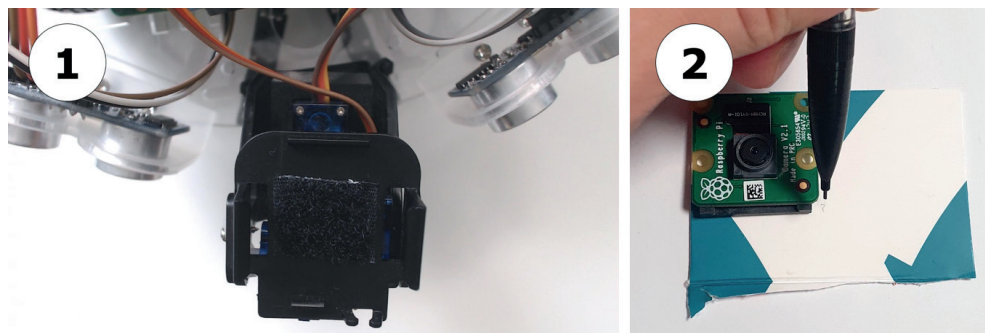

Рис. 13.3. Установка камеры, шаги 1-2
Во время работы старайтесь не касаться объектива камеры. Итак, начнем. На рис. 13.3 показаны первые шаги установки камеры.
1. Сначала отрезаем немного «липучки» и прикрепляем одну сторону к механизму поворота и наклона, как показано на рис. 13.3.